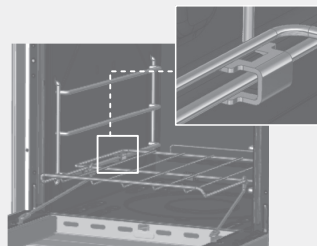

Fig. 20
- 2 | Faça a montagem da prateleira autodeslizante no 1º nível, utilize as guias laterais (Fig.20).